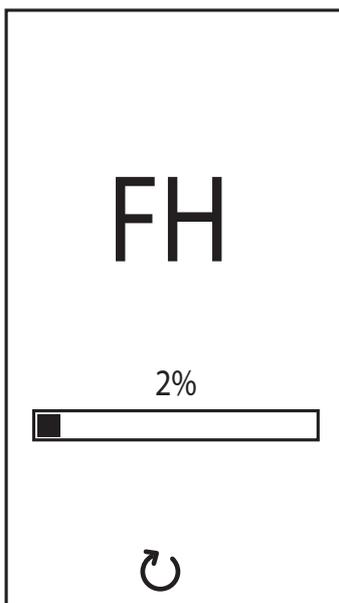

рис. 8- Выпуск воздуха с включенным вентилятором
- В течение последующих 20 секунд на дисплее высвечивается символ "FH", обозначающий цикл спуска воздуха из системы отопления при работающем вентиляторе (рис. 8).